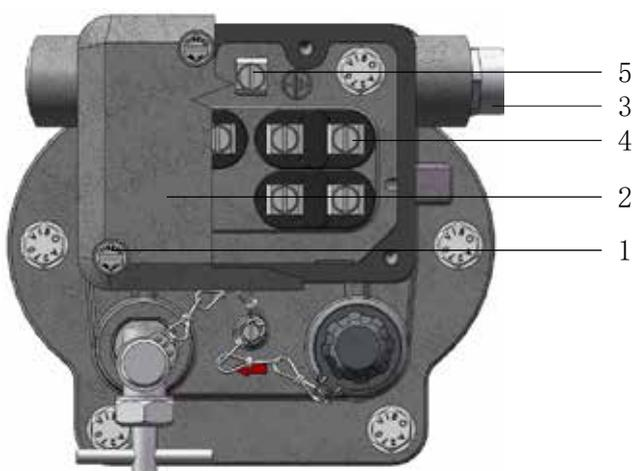

图 4 - 最多8道贯通时的电气连接
- 拧下四个M5规格的螺栓 (图 4/ 1 号)
- 取下盖板 (图 4/ 2 号)
- 电线通过电缆螺栓连接处(图 4/ 3 号)引入
- 电线在接线柱(图 4/ 4 号)上连接 (最大起动力矩为 3 Nm)
接地安全引线 (绿-黄色绝缘线) 与接地端子(图 4/ 5 号)连接 (最大起动力矩为 3 Nm)。